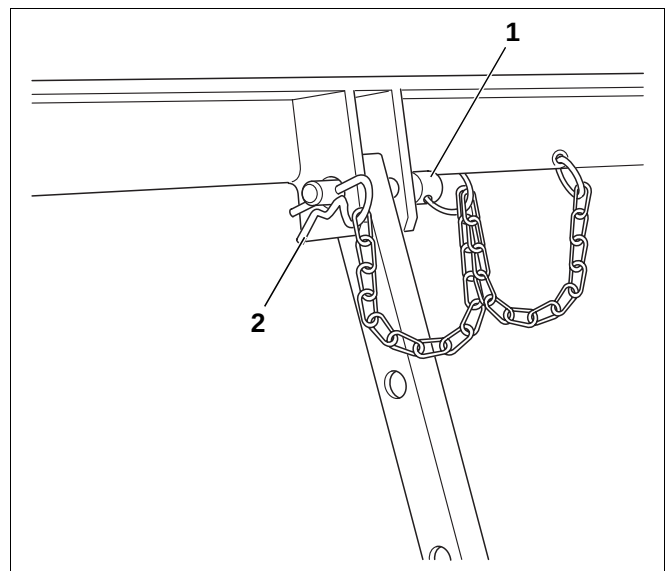

Abb. 8 Montage – hintere Stützen
- Die hintere Stütze wahlweise rechts oder links in die Aufnahmen der Winkelschiene einstecken (Abb. 8).
- Die Stütze mit dem Bolzen befestigen (Abb. 8, **Pos. 1**).